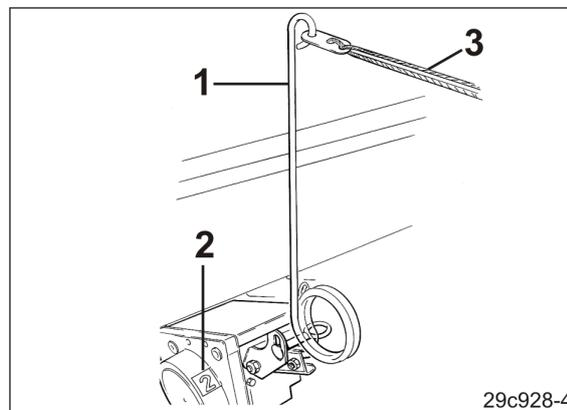

Рис. 207
3. Настройте счетчик технологических колеи непосредственно перед работой, потянув за рычаг управления (Рис. 207/1). Текущий счетчик технологических колеи показывается в окне (Рис. 207/2) распределительной коробки. Переводите рычаг управления только при помощи троса (Рис. 207/3) в кабине трактора.